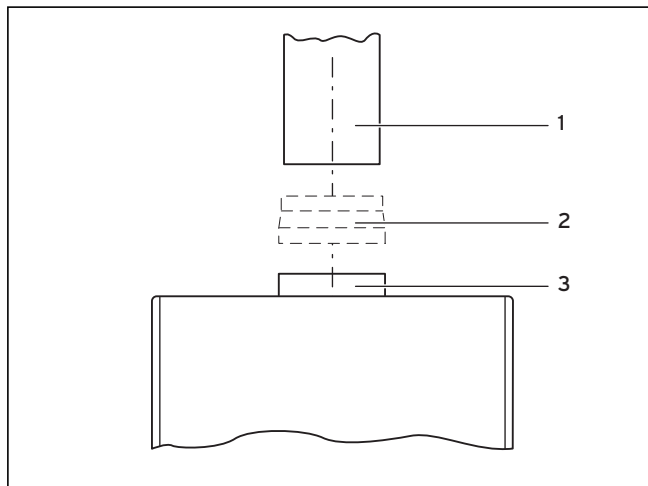

Fig. 5.2 Raccordo scarico fumi
- Montare l'adattatore in dotazione Ø 139/130 mm (2; vedi fig. 5.2) sul raccordo per il tubo di scarico fumi (3) del dispositivo antiriflusso. Prestare attenzione a posizionarlo correttamente.
- Inserire il tubo per lo scarico fumi (1) nell'adattatore (2) o nel raccordo per il tubo di scarico fumi (3) sul dispositivo antiriflusso, vedi fig. 5.2 Raccordo scarico fumi.